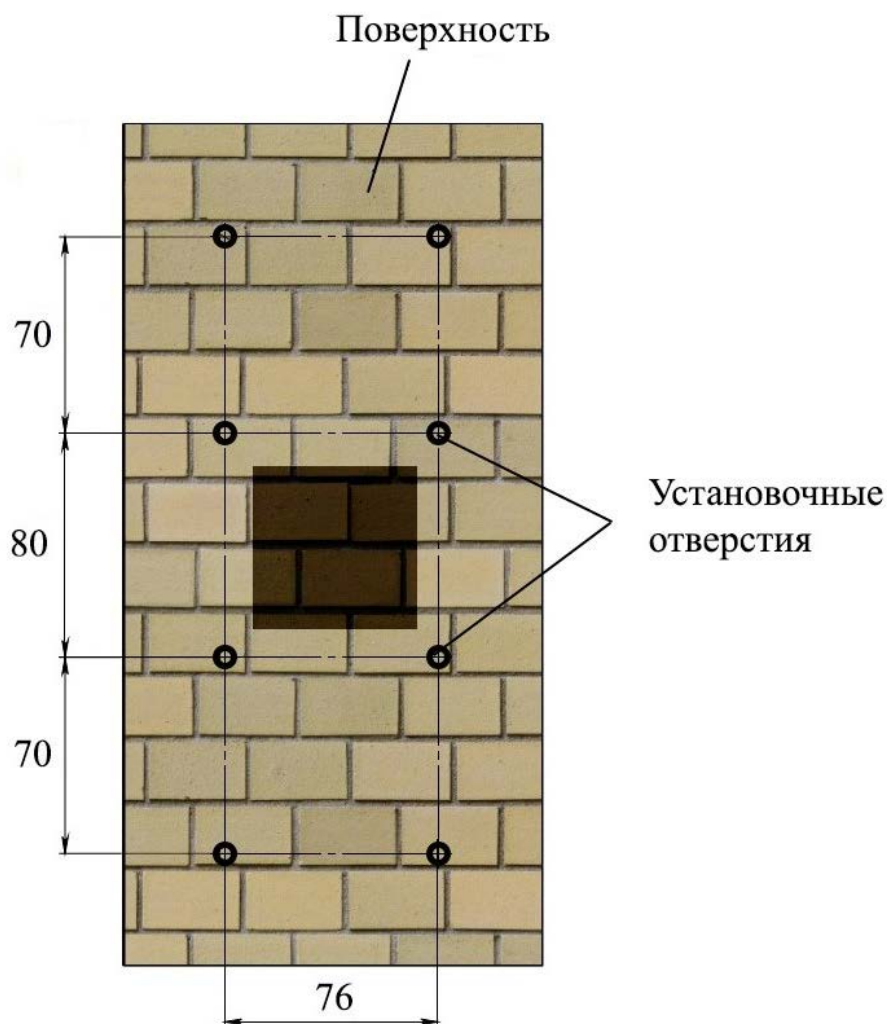

Рисунок 4 – Разметка установочных отверстий
2.2.3. Убедиться, что все кабели для подключения панели свободно проходят через отверстие основания и не мешают монтажу. Разметить на поверхности восемь установочных отверстий (рисунок 4).